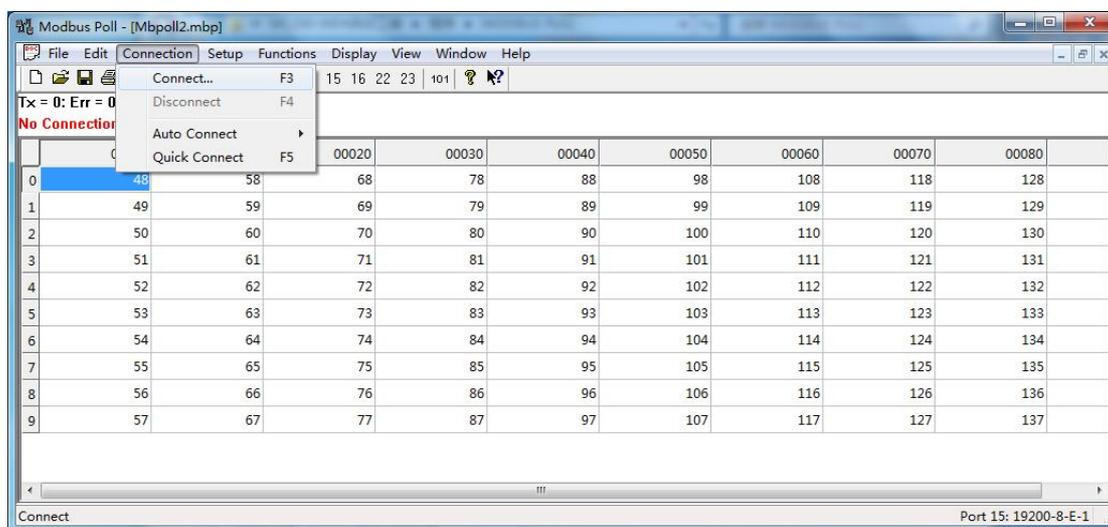

图 4.5.2.1 连接
4.5.2 点击通讯测试软件的“connect...”，（如下图 4.5.2.1）进行通讯设置。